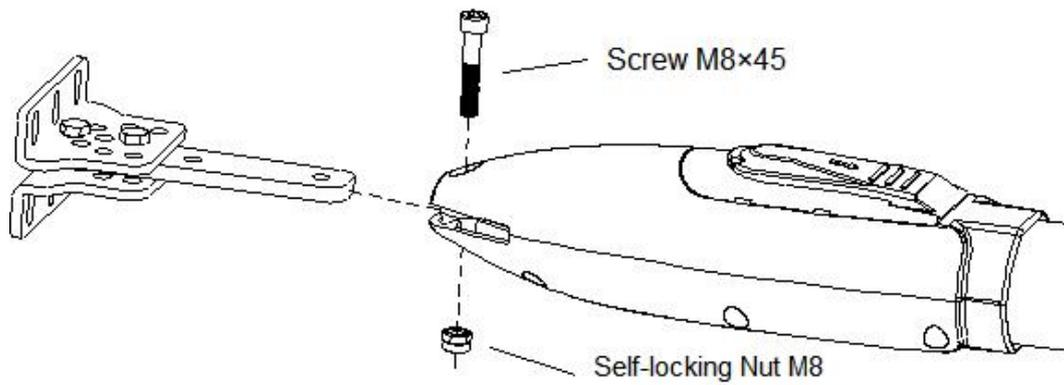

Figura 7
D) Ligue a máquina principal com suportes de ligação por parafuso e porca, conforme indicado na Figura 7.